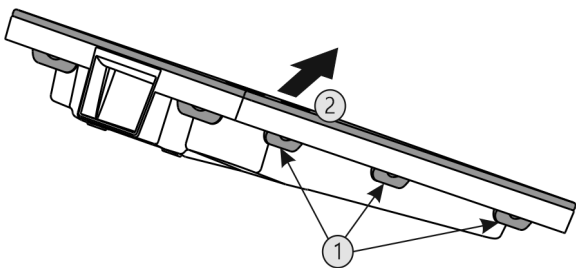

Fig. 32
- ▶ Alle lippen Fig. 32 (1) achtereenvolgens indrukken en de afdekking Fig. 32 (2) verwijderen.